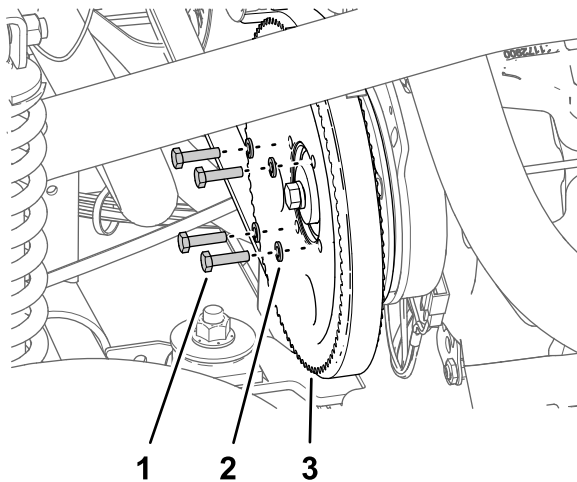

Figura 181
3. Rimuovete i 4 bulloni (1/4" x 1") e le 4 rondelle di bloccaggio (1/4") che fissano la puleggia alla pompa dell'irroratrice (Figura 181).